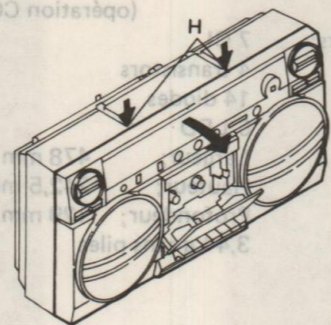
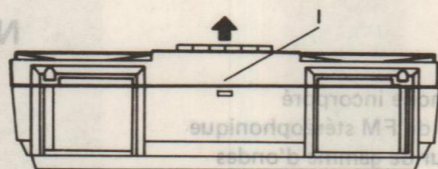

Figure 5-2
Figure 5-3
- \*1. Pushing the point (H), remove the front cabinet in the arrow direction as shown in Fig. 5-2. Then, as shown in Fig. 5-3, turn the unit and take the front cabinet off in the arrow direction, pushing the point (I).
- \*1. Beim Drücken der Punkte (H) die vordere Gehäusehälfte in Pfeilrichtung wie in Abb. 5-2 entfernen. Dann wie in Abb. 5-3 die Einheit umdrehen und beim Drücken des Punktes (I) die vordere Gehäusehälfte in Pfeilrichtung abnehmen. Wenn die vordere Gehäusehälfte abgenommen wird, wird der Lautsprecher mit der zusammen herausgenommen. Darauf achten, daß diese gegenseitig nicht zusammenstoßen.
- \*1. En appuyant sur les points (H), déposer le coffret avant dans la direction indiquée par une flèche à la Fig. 5-2. Ensuite, comme montrée à la Fig. 5-3, renverser l'appareil sens dessus dessous et enlever le coffret avant, en appuyant le point sur (I), dans la direction de la flèche. Quand on enlève le coffret avant, l'enceinte se détachera en même temps que ce dernier. Faire attention à ne pas les heurter l'un l'autre.